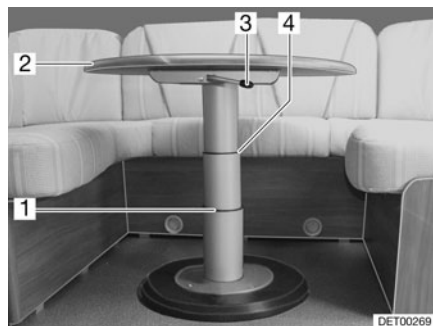

Fig. 88 Table à hauteur réglable de la dînette en U
- Faire basculer le levier de verrouillage (Fig. 88,3) vers la gauche. Le verrouillage est ouvert.
- Appuyer le plateau de table (Fig. 88,2) au milieu vers le bas jusqu'à la butée désirée (Fig. 88,1 ou 4) et le maintenir appuyé.
- Faire basculer le levier de verrouillage (Fig. 88,3) vers la gauche. La table à hauteur réglable est verrouillée.